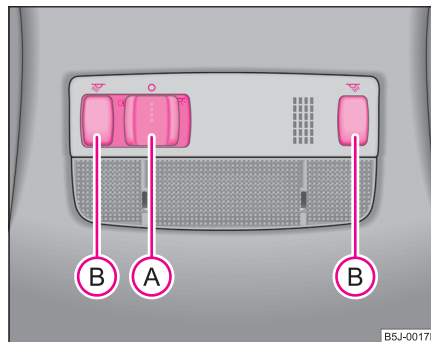

Fig. 40 Plafonul: Iluminarea interioară față
- Apăsați comutatorul (A) spre dreapta în poziția  ⇒ pagina 60, fig. 40.
- La variantele fără lampă pentru citit, apăsați întrerupătorul (A) în poziția centrală .
- Apăsați întrerupătorul (B) ⇒ pagina 60, fig. 40, pentru a aprinde sau stinge lumina de citit din dreapta, respectiv din stânga.